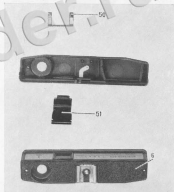

Рис. 7
3.1. Разборка верхней крышки фотоаппарата 6 (см. рис. 7).
4.1. Сборка верхней крышки 6 (см. рис. 7).